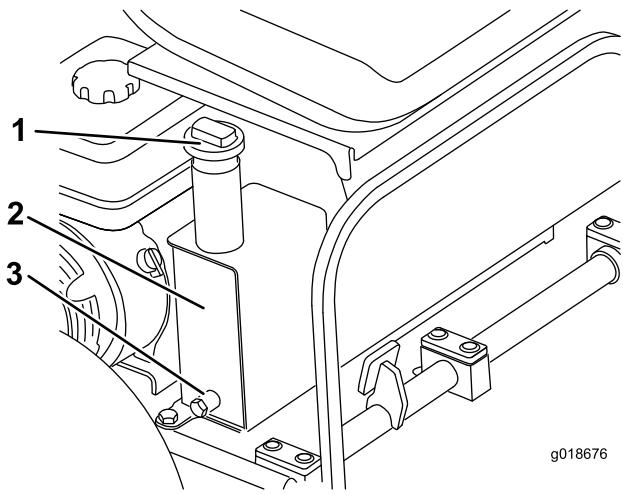

Figura 20
- B. Togliete il tappo dalla parte superiore del serbatoio dell'olio (Figura 20).
1. Collocate una bacinella di spurgo sotto il tappo di spurgo del serbatoio (Figura 20).
2. Togliete il tappo di spurgo dal retro del serbatoio (Figura 20).
7. Rimuovete il tappo dal serbatoio dell'olio (Figura 20).